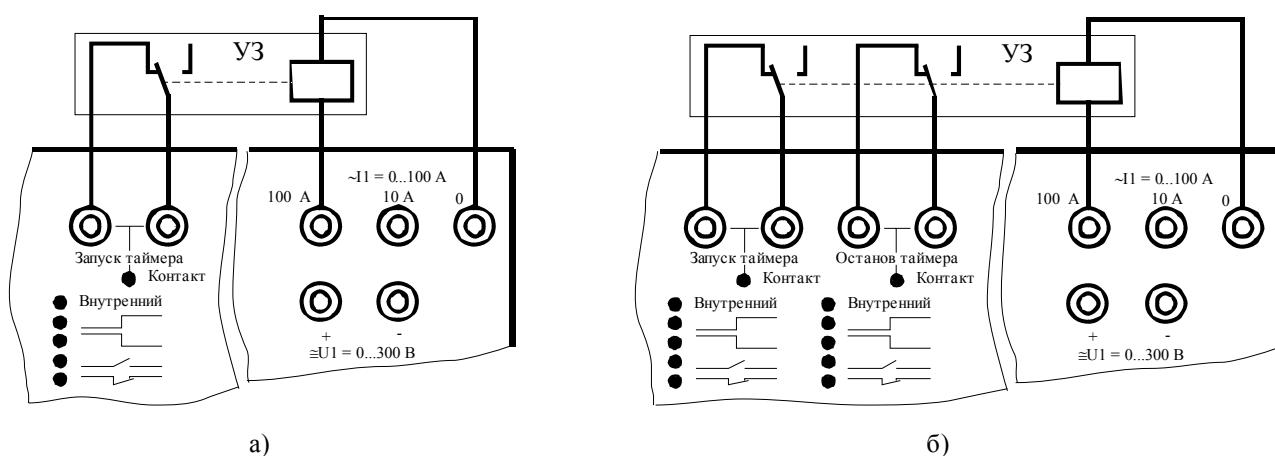

Рисунок 5 – Измерение временных характеристик
8.3.4.7 Если измерение времени срабатывания определяется по одному входу внешних сигналов (см. рис. 5а), то после обнаружения срабатывания УРЗА повторно нажать кнопку «Пуск. Измерение времени». Процесс измерения времени прекращается. На выходных клеммах канала присутствует напряжение. На индикаторе отображается значение времени срабатывания (tc).
8.3.4.13 Для измерения разновременности срабатывания контактов подключить одну пару контактов к входу «Запуск таймера», а вторую пару контактов – к входу «Останов таймера» (см. рис. 5б).